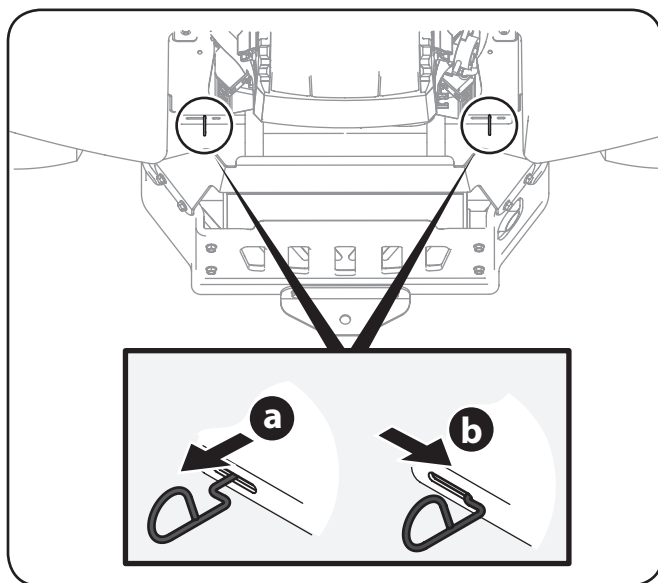

Figure 3-1
1. Pour déplacer le tracteur manuellement sans le démarrer, engagez les tiges de dérivation des transmissions qui se trouvent à l'arrière, de chaque côté du tracteur. Les tiges de dérivation des transmissions sont placées du côté intérieur de chaque pneu arrière. Pour engager les tiges de dérivation, tirez sur chaque tige (a) et glissez-la vers la droite (b). Voir Figure 3-1.
2. Après avoir déplacé le tracteur, glissez les deux tiges de dérivation vers la gauche pour les désengager. Voir Figure 3-1.